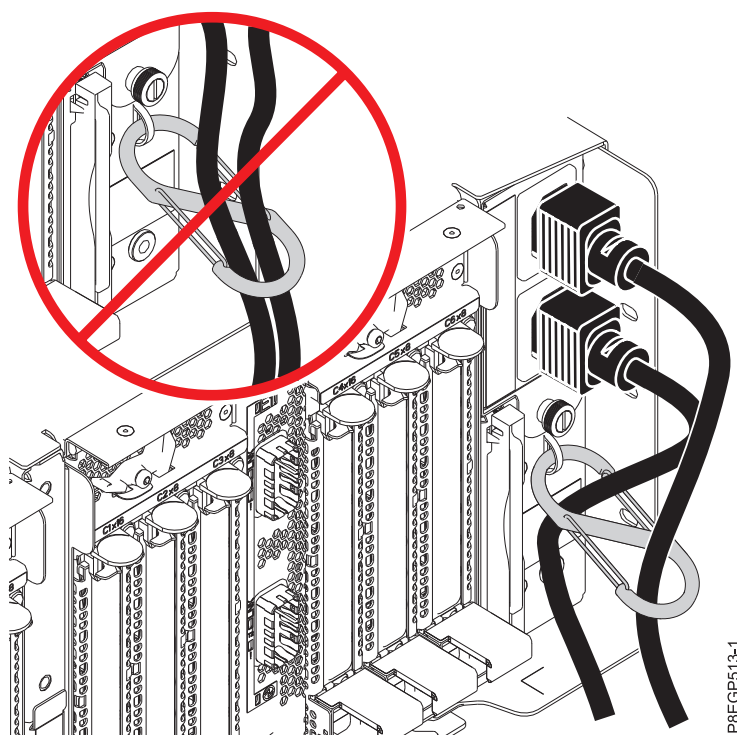

Figura 16. Cómo hacer pasar los cables de alimentación por el mosquetón y conectarlos a la fuente de alimentación
- b. Haga pasar los cables de alimentación por el mosquetón de forma que el Módulo de despliegue de 6 ranuras PCIe3 o los módulos queden despejados. Consulte Figura 16.
- c. Conecte los otros extremos de los cables de alimentación a las fuentes de alimentación en el cajón de expansión PCIe3 EMX0 que está instalando. Consulte Figura 16.